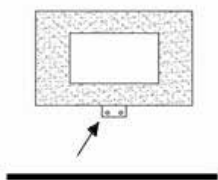

Fig. 5
- Merk posisjonen til 2x bunnhullene for den nedre lille/korte støttebraketten (se fig.5, merket med pilen), fjern varmeren.